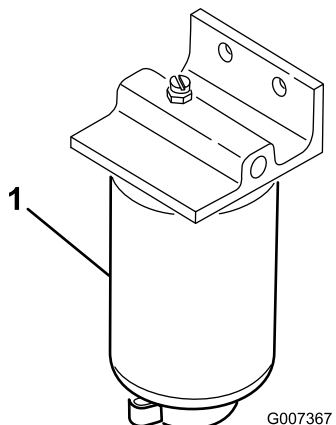

Figura 27
2. Coloque un recipiente debajo del filtro de combustible (Figura 27).
- Abra el tapón de vaciado en la parte inferior del filtro de combustible y drene el agua acumulada (Figura 27). Apriete el tapón después del vaciado.